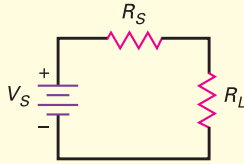

Figure 1.18
- 1.6** Sur la figure 1.18, la tension de source idéale est égale à $9\ \text{V}$ et la résistance interne est égale à $0,4\ \Omega$. Si la charge est nulle, que vaut le courant de sortie ?
- 1.24** D'après la figure 1.18, la tension idéale est $10\ \text{V}$ et la résistance de charge $75\ \Omega$. Si la tension de sortie est $9\ \text{V}$, quelle est la valeur de la résistance interne ?